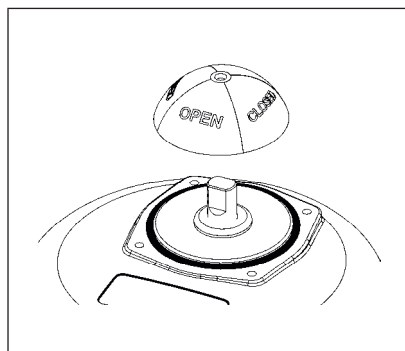

Figure 9 : Démontage de l'indicateur de position
- Retirez l'indicateur de position (voir « Figure 9 »).